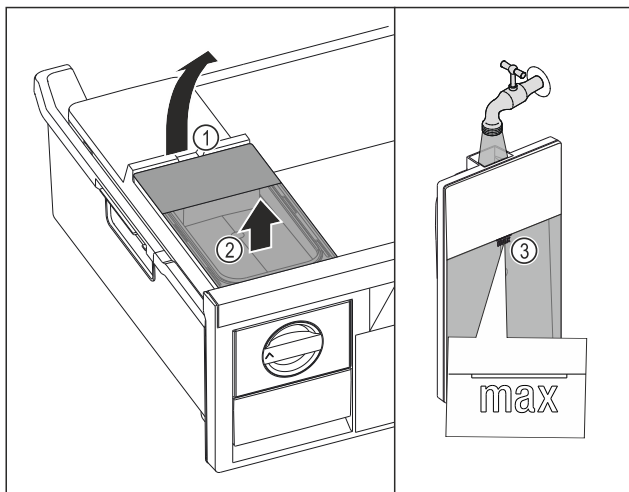

Fig. 98
- Zbiornik wody unieść za wycięcia Fig. 98 (1).
- Wyjąć zbiornik wody do góry. Fig. 98 (2)
- Zbiornik wody napełnić wodą pitną aż do oznaczenia Fig. 98 (3).